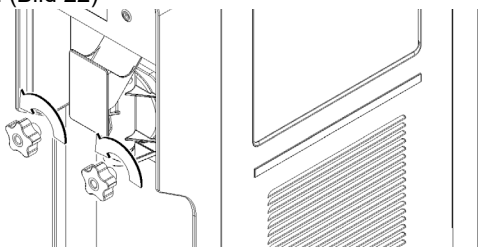

**Bild 19****Bild 20**
**4** Das Mischrohr entnehmen und zerlegen (Bild 19) und (Bild 20).